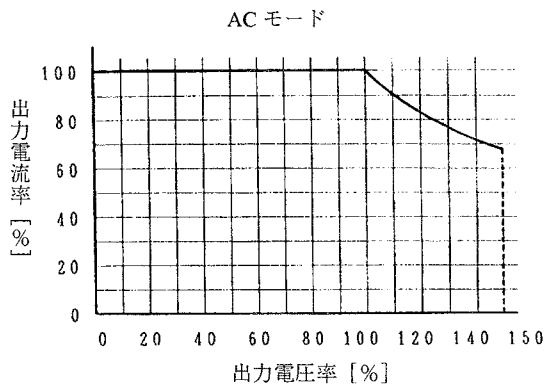
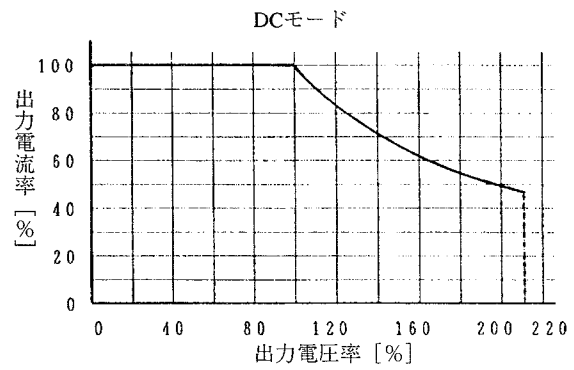

図1
図2
出力電圧100~150V/200~300V(ACモード)および100~212V/200~424V(DCモード)時は出力電圧により出力電流を低減。図1、図2
- ・図1と図3の出力電流率は、どちらか小さい方の値が優先します。（ACモードのみ適用）